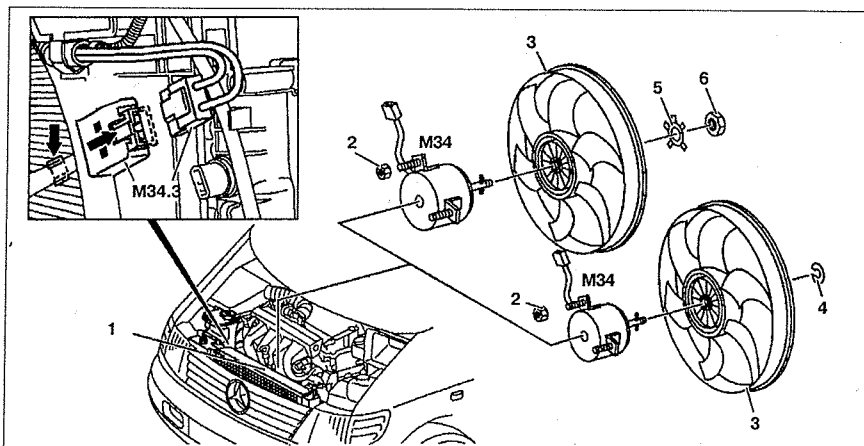

Рис. 5.34. Вентилятор:
3. Извлеките радиатор 1 вверх (см.рис.5.34).